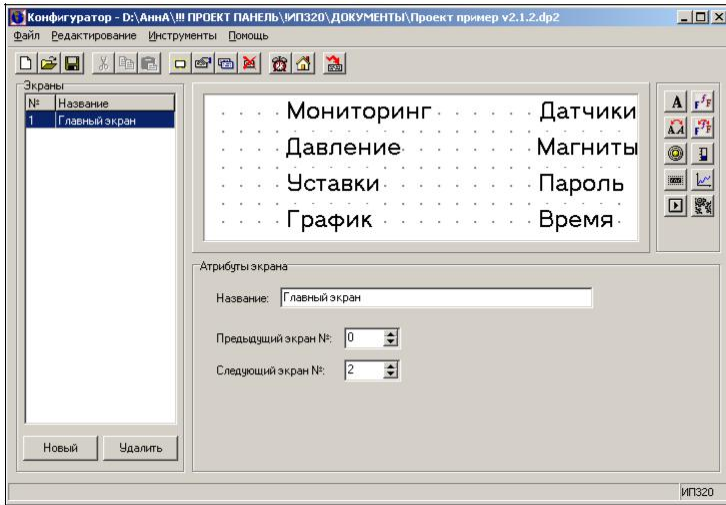

Рис. 7.3. Текстовые элементы экрана №1
- Снизу от рабочей области отобразится область «Атрибуты экрана» (см. рис. 7.3). В поле «Название» – задать: «Главный».
- 8.1 Создать текстовые элементы экрана. Приемы ввода текста описаны в п. 4.1.1. Результат (см. рис. 7.3).